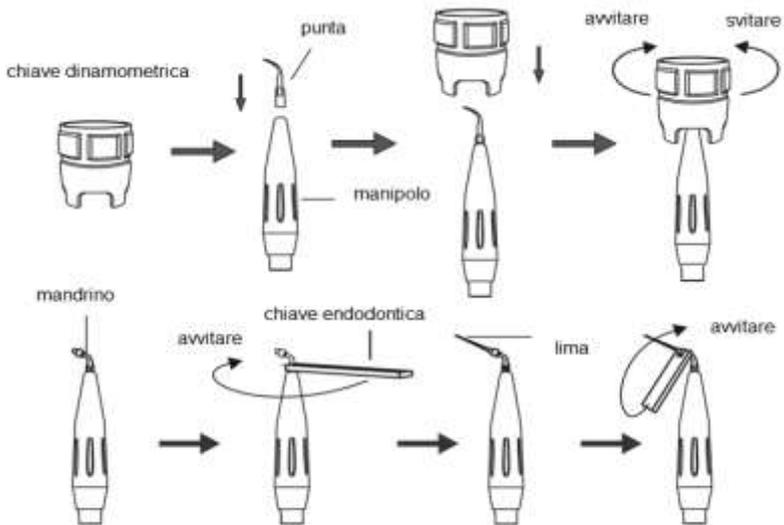

Figura 5
2.4 Istruzioni chiave dinamometrica (Vedi figura 5)
- 1) Prendere la punta per ablazione con la chiave dinamometrica, agire come mostrato nella figura 5.
- c) Selezionare la punta per ablazione adatta alle vostre esigenze, avvitare fermamente al manipolo per mezzo della chiave dinamometrica (vedi figura 5).
- b) Selezionare una punta adatta, installare la punta come indicato nella figura 5, poi procedere con trattamento parodontale.
- a) Fissare il mandrino al manipolo per mezzo della chiavetta endodontica (vedi figura 5).
La punta si è svitata per via delle vibrazioni	Avvitare bene la punta (vedi figura 5)